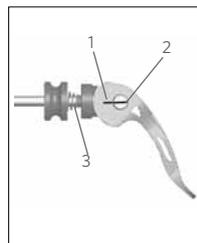

FIGURE 47:
3. Alignez les repères du levier et de l'axe sur la position de réglage (Figure 47).